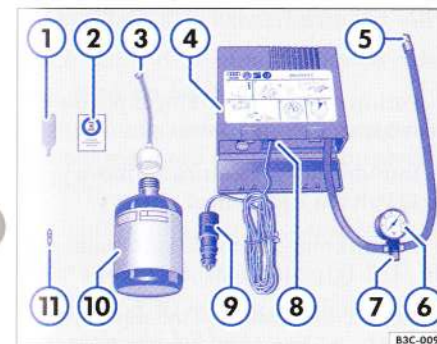

Fig. 31 Componentele setului.
Setul ⇒ fig. 31 conține, pe lângă un manual de utilizare separat, următoarele componente:
- Scoateți autocolantul ⇒ fig. 31 ② din set și lipiți-l în câmpul vizual al conducătorului, pe tabloul de instrumente.
- Deșurubați ventilul cu ajutorul dispozitivului prevăzut pentru aceasta ⇒ fig. 31 ① și așezați-l pe o suprafață curată. ▶
- Agitați recipientul cu substanța de vulcanizare ⇒ pagina 89, fig. 31" ⑩ de câteva ori. ◀